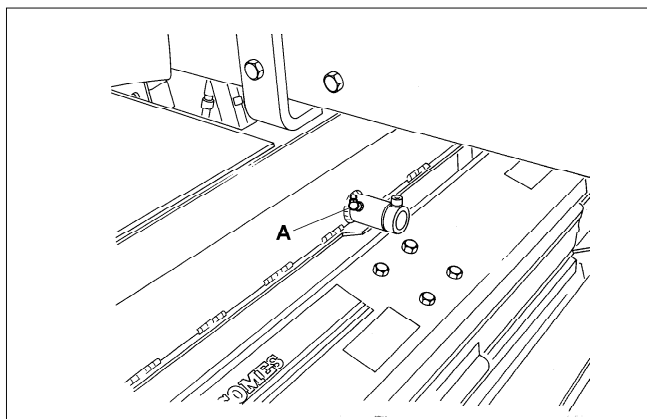

Fig.31
- (d) Bageste klippeenhedsspindler (A Fig. 31).
- d) Skärenhetens axeltappar, bakre (A fig. 31)